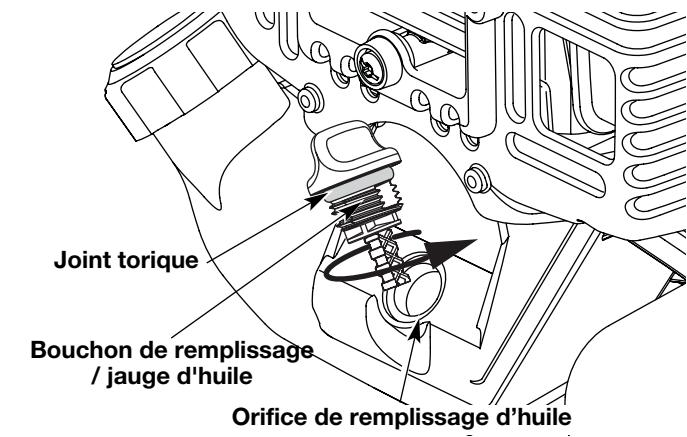

Fig. 7
- Retirez le bouchon / la jauge d'huile du carter-moteur. Versez tout le contenu de la bouteille d'huile dans le carter-moteur (Fig. 7).